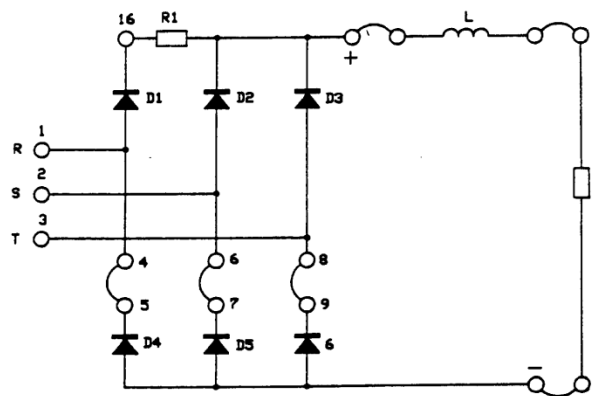

Figura 7: Conexión del rectificador trifásico de onda completa con carga resistiva.
- Conecte la inductancia en serie con la resistencia como en la Figura 7.